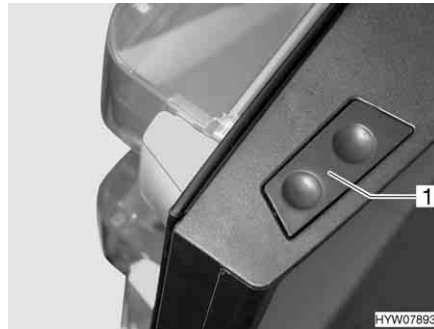

Bild 199 Entriegelungstaste der Kühlschrantür (Dometic 8er-Reihe)
- Die Entriegelungstaste (Bild 199,1) drücken und die Kühlschrantür öffnen.